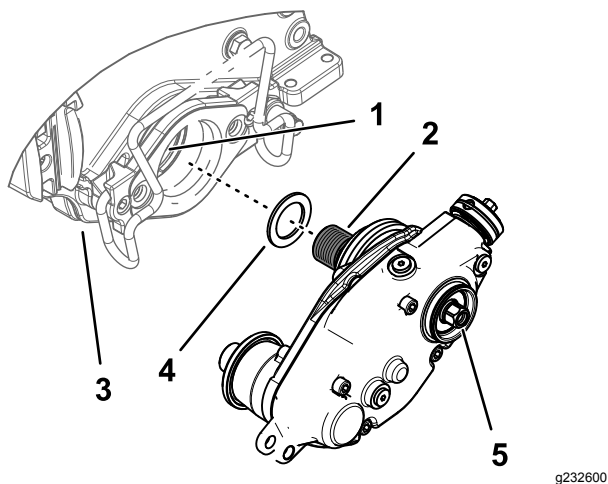

Figure 13
2. Si le boîtier d'entraînement du groomer est monté sur le côté gauche de l'unité de coupe, vissez la rondelle de calage sur le filetage de l'adaptateur de cylindre noir (Figure 13).